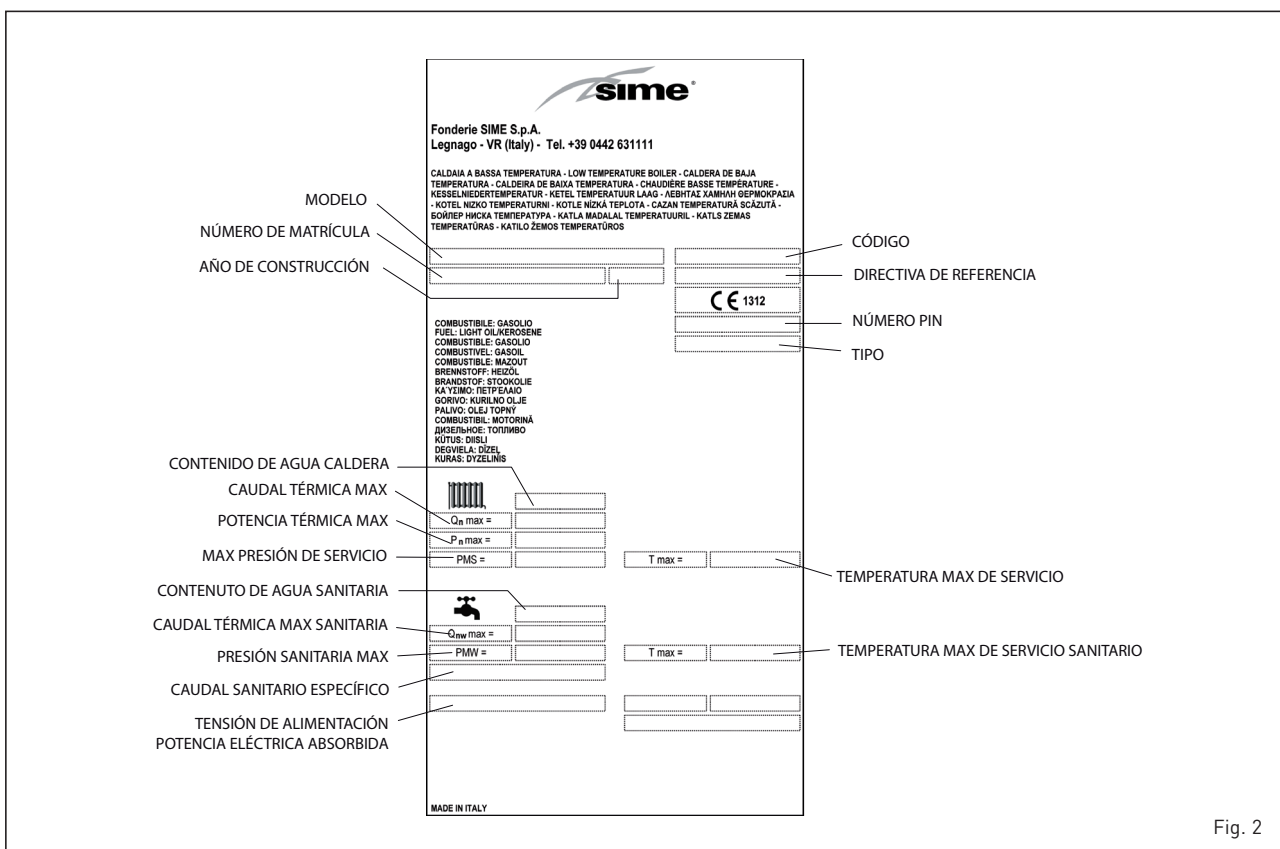

Fig. 2
1.2.1 Placa de datos técnicos (fig. 2)